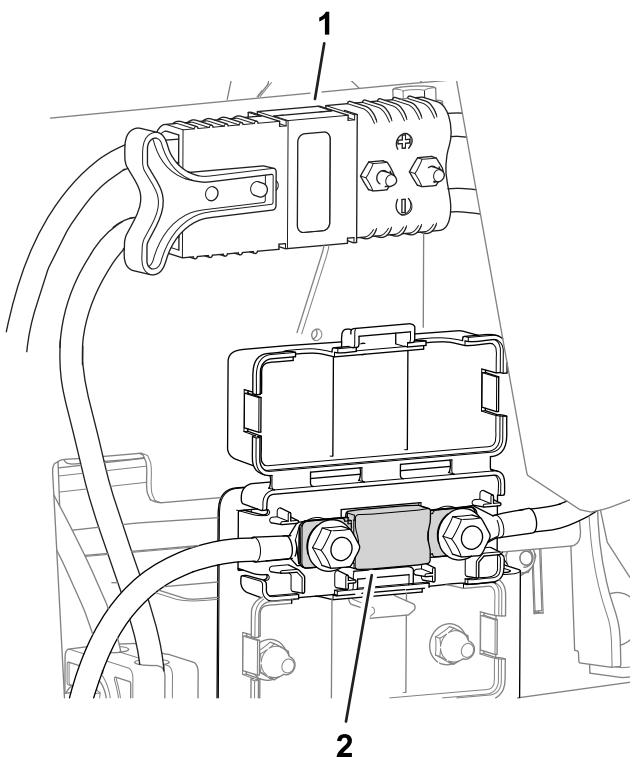

Рисунок 47
- Предохранитель электрической системы расположен под разъемами основного электропитания (Рисунок 47).